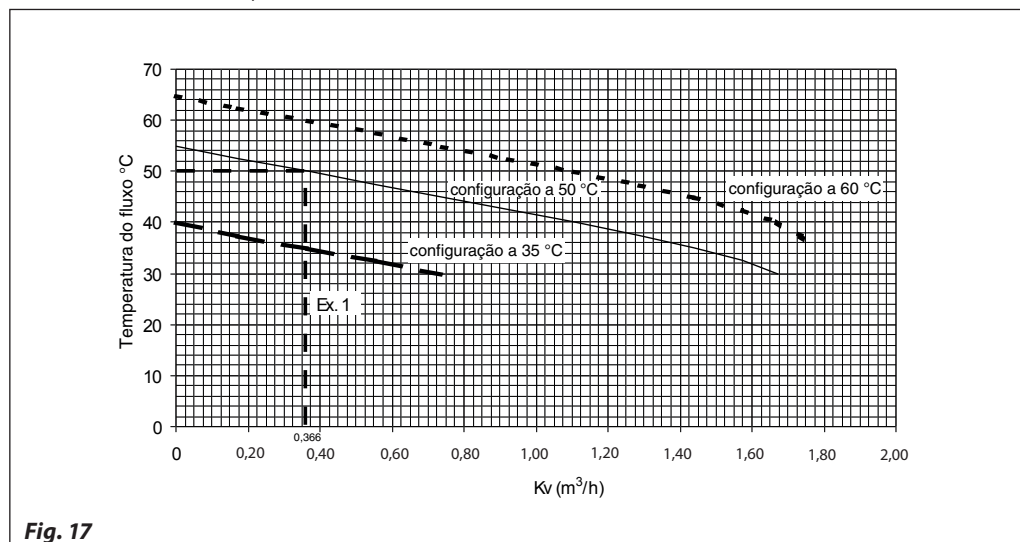

Fig. 17
- Quando o fluxo designado tiver sido calculado, use a fig. 17 na página 9.